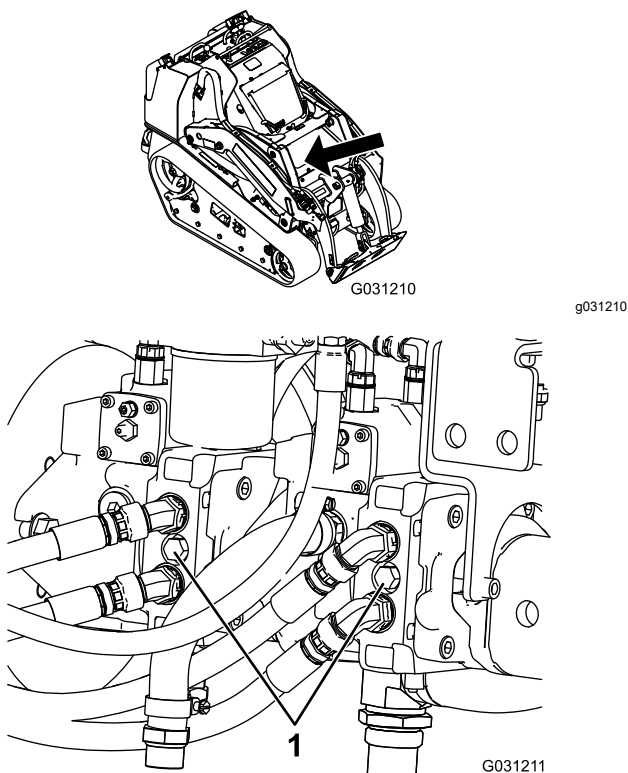

Рисунок 26
4. Используя гаечный ключ, дважды поверните буксировочные клапаны на гидравлических насосах против часовой стрелки (Рисунок 26).